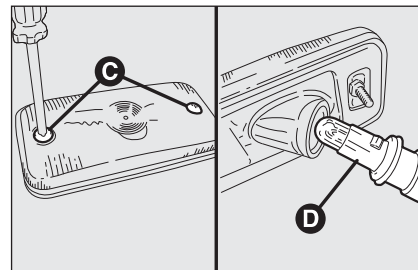

fig. 33a
- dévisser les deux vis de fixation **C-fig. 33a** et retirer le feu;